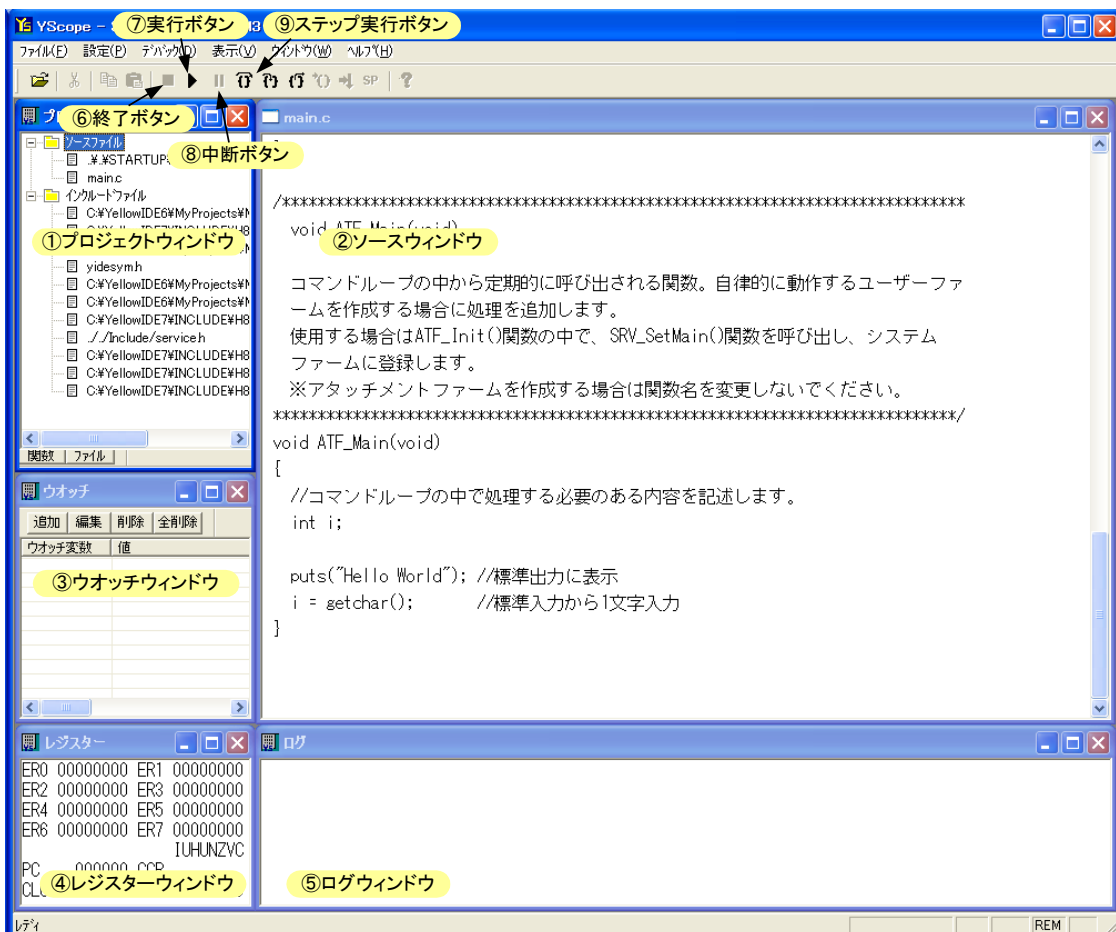

図 22 『イエロースコープ』の画面
以上が完了したら『YellowIDE』画面の [イエロースコープ起動] ボタンを押します。図 22 は『イエロースコープ』の画面です。
- ① **プロジェクトウィンドウ** - プロジェクトのファイルを表示します。ファイル名をダブルクリックするとソースウィンドウが開きます。
- ② **ソースウィンドウ** - ソースファイルを表示します。
- ③ **ウォッチウィンドウ** - 変数の内容を確認したり、編集したりする場合に使用します。
- ④ **レジスターウィンドウ** - マイコンのシステムレジスタ、汎用レジスタの内容を表示します。
- ⑤ **ログウィンドウ** - デバッグ中のプログラムの標準出力やデバッグ出力を表示します。
- ⑥ **終了ボタン** - プログラムの実行を終了します。
- ⑦ **実行ボタン** - プログラムを実行します。キーボードの[F5]キーでも同様の操作ができます。
- ⑧ **中断ボタン** - 実行中のプログラムを一時中断します。
- ⑨ **ステップ実行ボタン** - プログラムを1行ずつ実行する場合に使用します。
- 図 22 の各ウィンドウが表示されない場合は、[表示]メニューから必要なウィンドウを表示することができます。